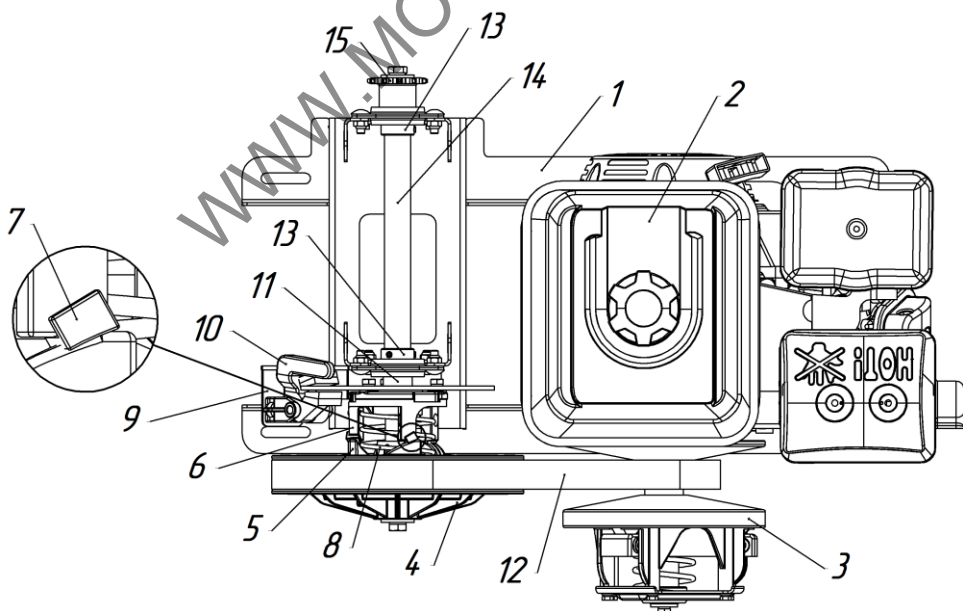

Рис.3. Устройство трансмиссии мотобуксировщика.
Элементы трансмиссии мотобуксировщика (рис.3):
- внимательно осмотрите вариатор. При необходимости очистите его от пыли и грязи. Проверьте состояние и наличие пластиковых вкладышей (рис.3 поз.7). При их износе или отсутствии установите новые.